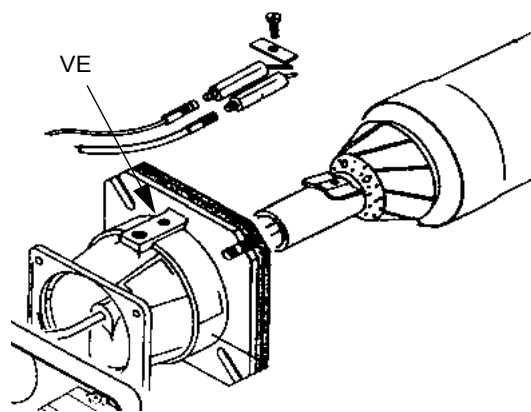

Fig. 18
- Smontaggio esame e pulizia testa di combustione (Fig. 18);
- Per accedere alla testa di combustione e agli elettrodi allentare la vite VE (Fig. 18) sul bocchaglio del bruciatore e sfilarlo; prevedere un piano di appoggio stabile sul quale posare il bruciatore durante le manutenzione.